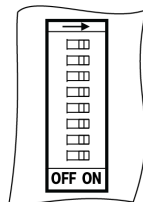

Рисунок 6.2 – Внешний вид DIP-переключателя
- восьмиразрядный DIP-переключатель (см. *рисунок 6.2* и *таблице 6.2*);